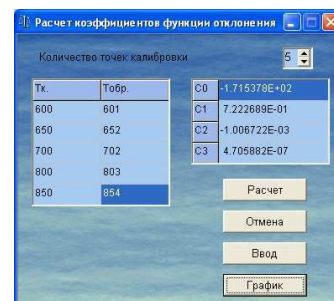

Рис. 5.
9.9. В панели «Коэффициенты функции отклонения температуры: C0, C1, C2, C3» нажать на кнопку «Расчет». Откроется окно «Расчет коэффициентов функции отклонения». Рис. 5.